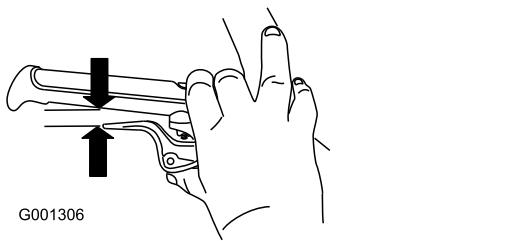

Figura 9
5. Premete a fondo la leva, poi verificate la luce tra la parte inferiore della stegola e l'estremità della leva della frizione ruote (Figura 9).